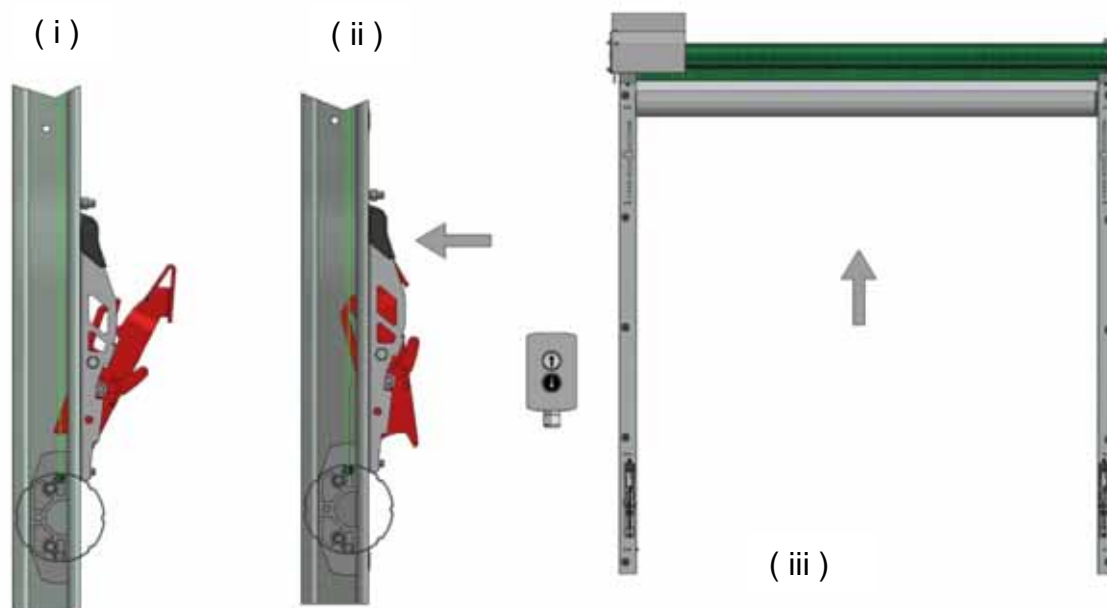

Abb. 16, Festlegen der Anschläge
- Senken Sie das Tor vollständig ab, sodass sich die Einsatzstücke des Unterrohrs bis 2-3 cm unter die Verriegelungen absenken, Abbildung 16(i).
- Lösen Sie beide Verriegelungen, Abbildung 16(ii).
- Halten Sie die Taste NACH OBEN gedrückt, um das Tor vollständig zu öffnen, sodass dieses oben an den Rohrschiene stehen bleibt, Abbildung 16(iii). Dieser Vorgang MUSS ohne Unterbrechung erfolgen. Sobald der Motor abstirbt, sind die Anschläge eingestellt.